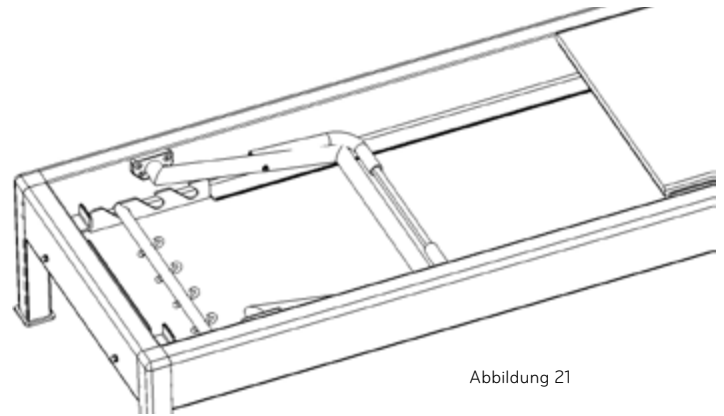

Abbildung 21
4. Legen Sie den Fußbügel flach auf die Innenseite des Rahmens, wie in Abbildung 21 gezeigt. Wenn Sie den hölzernen Zahnradstopper verwenden, entfernen Sie diesen, damit der Fußbügel tiefer im Rahmen liegen kann.